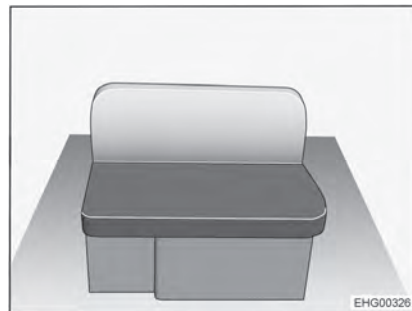

Fig. 22 Banco longitudinal a la derecha
- Quitar el cojín del asiento y el cojín del respaldo del banco longitudinal (Fig. 22).